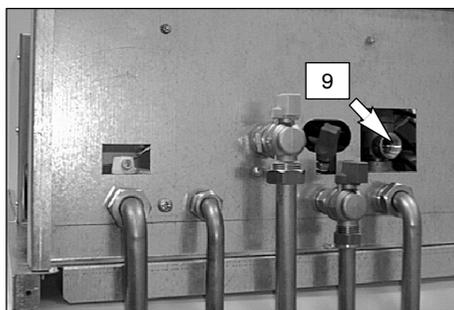

fig. 3.4
- 6 Collegare lo scarico della valvola di sicurezza (9 in fig. 3.4) ad un imbuto di scarico.